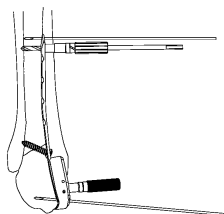

図 10
- 骨幹部の最近位に 2.5 ドリルスリーブ (S) 2 を取り付け、2.5 ドリルにてドリル先端が対側皮質から 2mm 程突出するまでドリリングします。 (図 10)